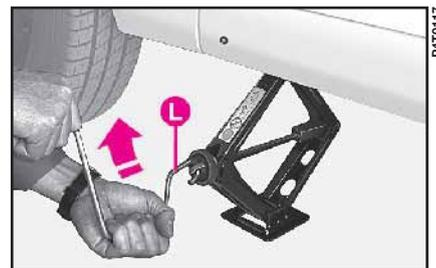

fig. 10
13) Azionare il cric con la manovella **L** (fig. 10) e sollevare la vettura, sino a quando la ruota si alza da terra di alcuni centimetri. Girando la manovella, verificare che la rotazione della stessa avvenga liberamente, cautelandosi così da rischi di escoriazioni alla mano per l'eventuale sfregamento contro il suolo. Anche le parti del cric in movimento (vite ed articolazioni) possono procurare lesioni: evitarne il contatto. Pulirsi accuratamente in caso di imbrattamento con il grasso lubrificante.